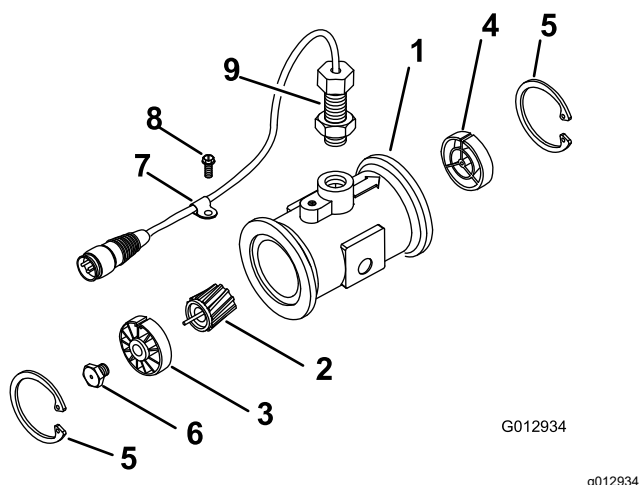

Figura 65
3. Retire el anillo de sujeción del lado “aguas arriba” (Figura 65).